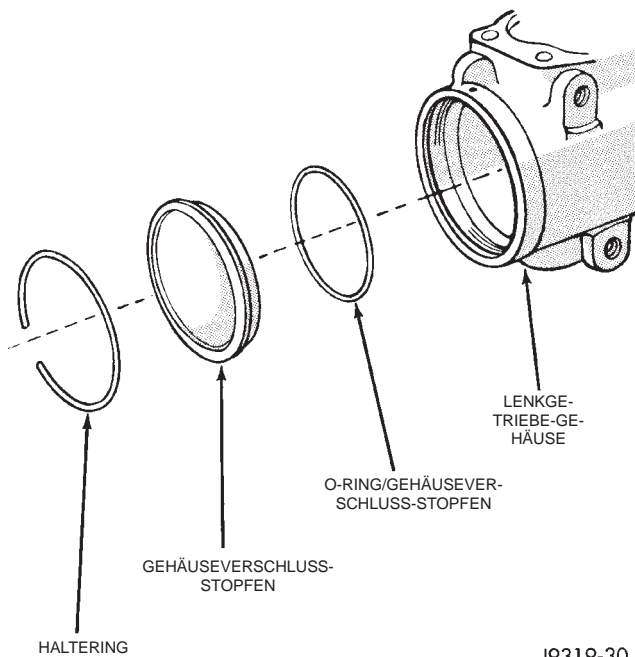

Abb. 4 Gehäuseverschluss-Stopfen, Dicht- und Haltering
- (3) O-Ring ausbauen (Abb. 4).